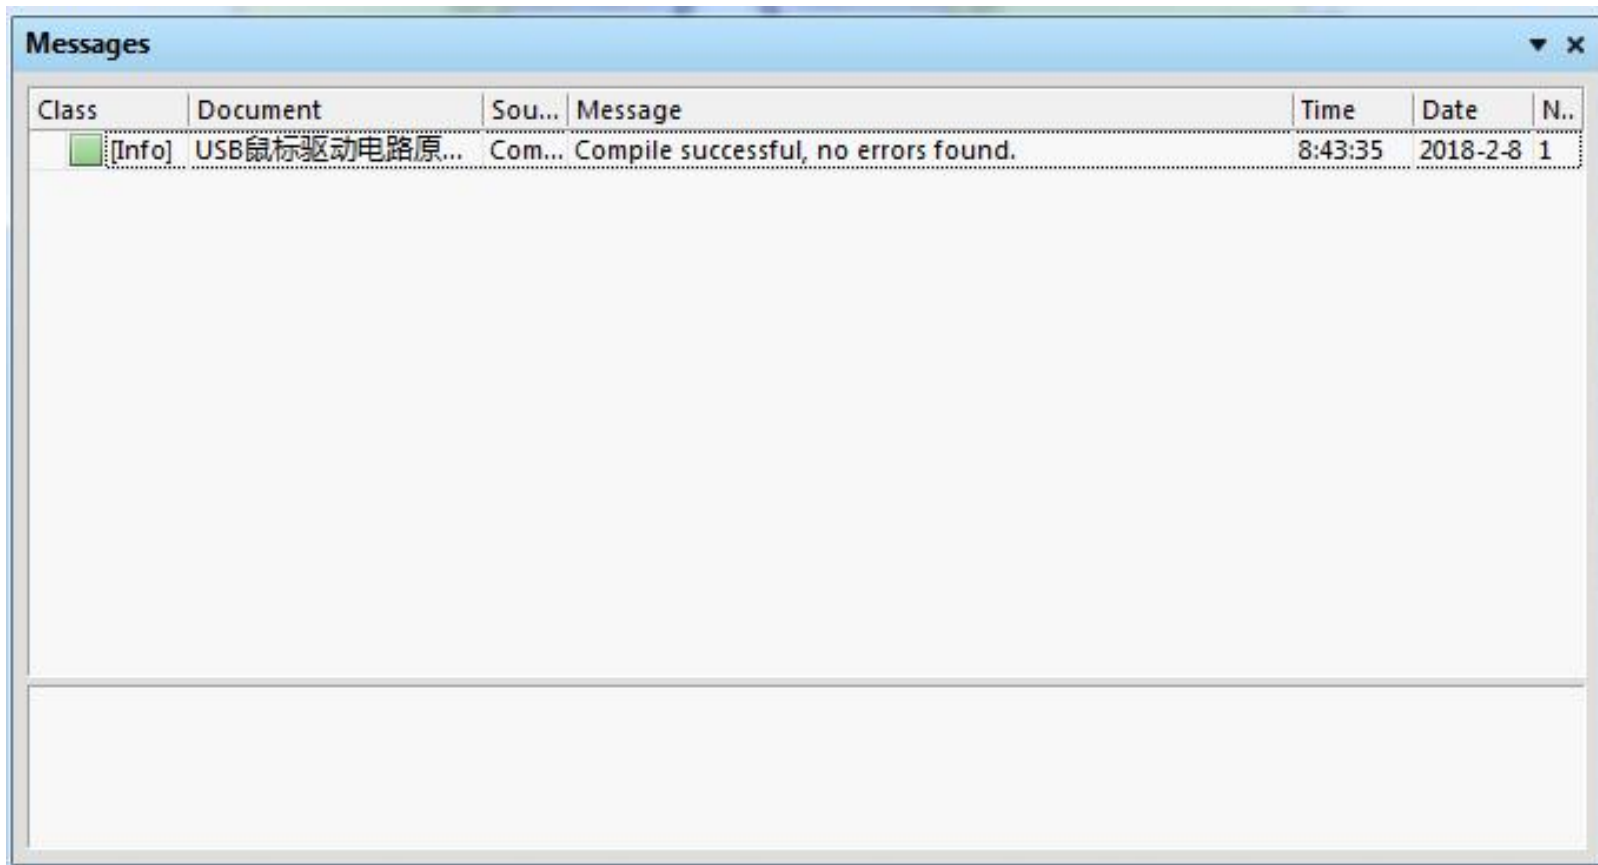
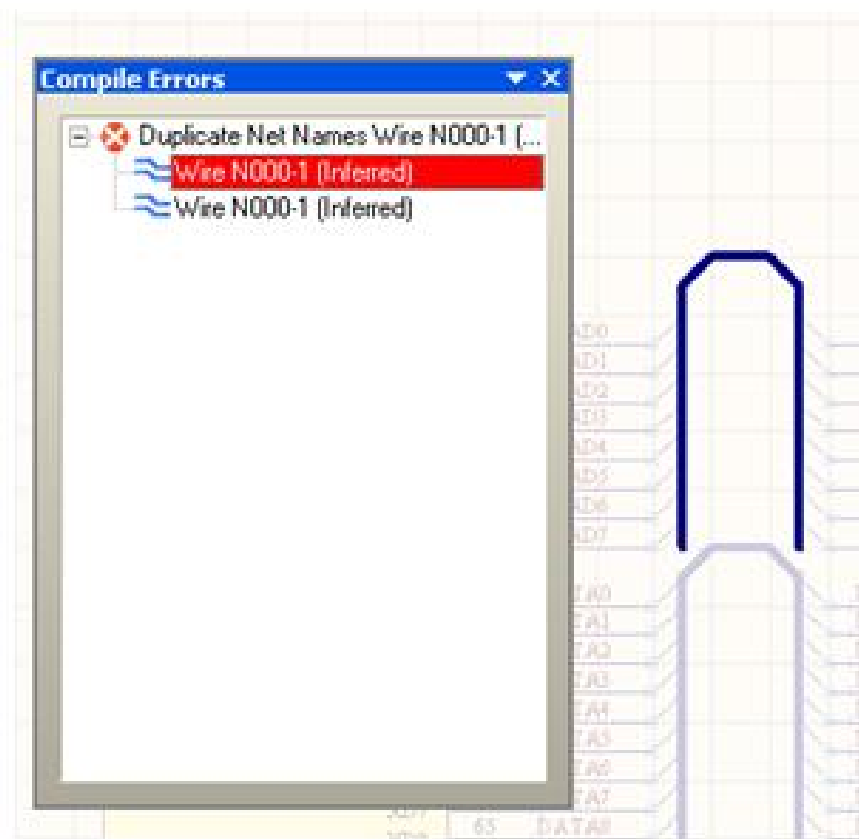

图3-84 Messages信息面板上的编译结果
图 3-85 高亮显示的第一个错误
2) 文件编译完成后，系统的自动检测结果将出现在**Messages**信息面板中，如图3-84所示。有两个**Warning**警告和一个**Error**错误。双击该错误，发现原理图之上的两条总线分别被高亮显示，如图3-85和3-86所示，进入原理图的修正环节。